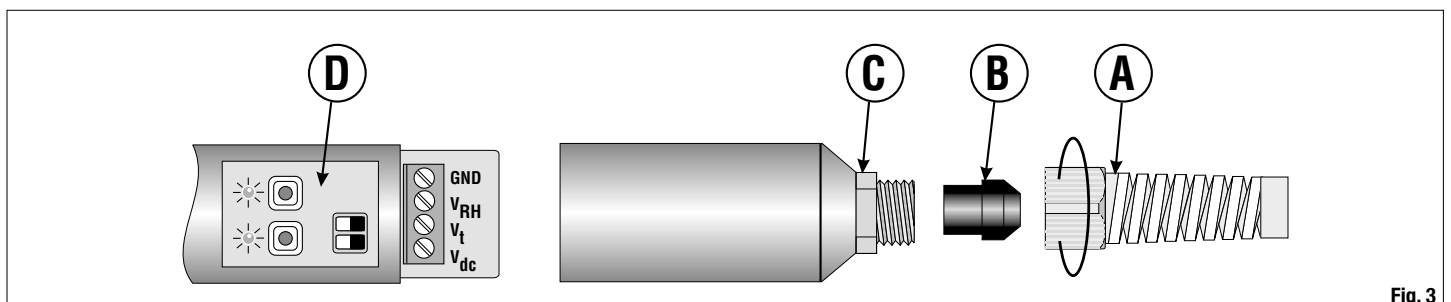

Fig. 3
Para acceder a la placa de bornes del transmisor, proceder como sigue (véase la fig. 3). Destornillar el pasahilo A, quitar el cachito B y destornillar el hondo C. Insertar el cable a través de los tres elementos A, B y C y conectar a la placa de bornes. Cerrar de nuevo todo teniendo fijo el cable, mientras que se cierra el pasahilo A para evitar de doblarlo.
1. Para acceder a la placa de bornes, destornillar el pasahilo A (véase la fig. 3) teniendo fijo el cable para evitar que se doble. Tirar hacia atrás el cauchito y destornillar el hondo del instrumento.
1. Para acceder a la placa de bornes, destornillar el pasahilo A (véase la fig. 3) teniendo fijo el cable para evitar que se pliegue. Tirar hacia atrás el cauchito y destornillar el hondo del instrumento.